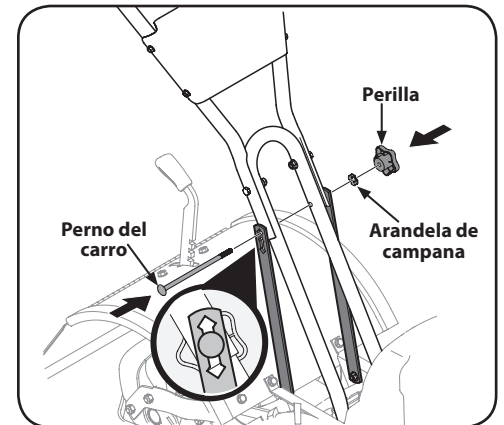

Figura 3-3
3. Acople sin apretar las ménsulas de soporte a la parte exterior del conjunto del manillar utilizando el perno del carro, la arandela de campana y la perilla. Consulte la Figura 3-3.